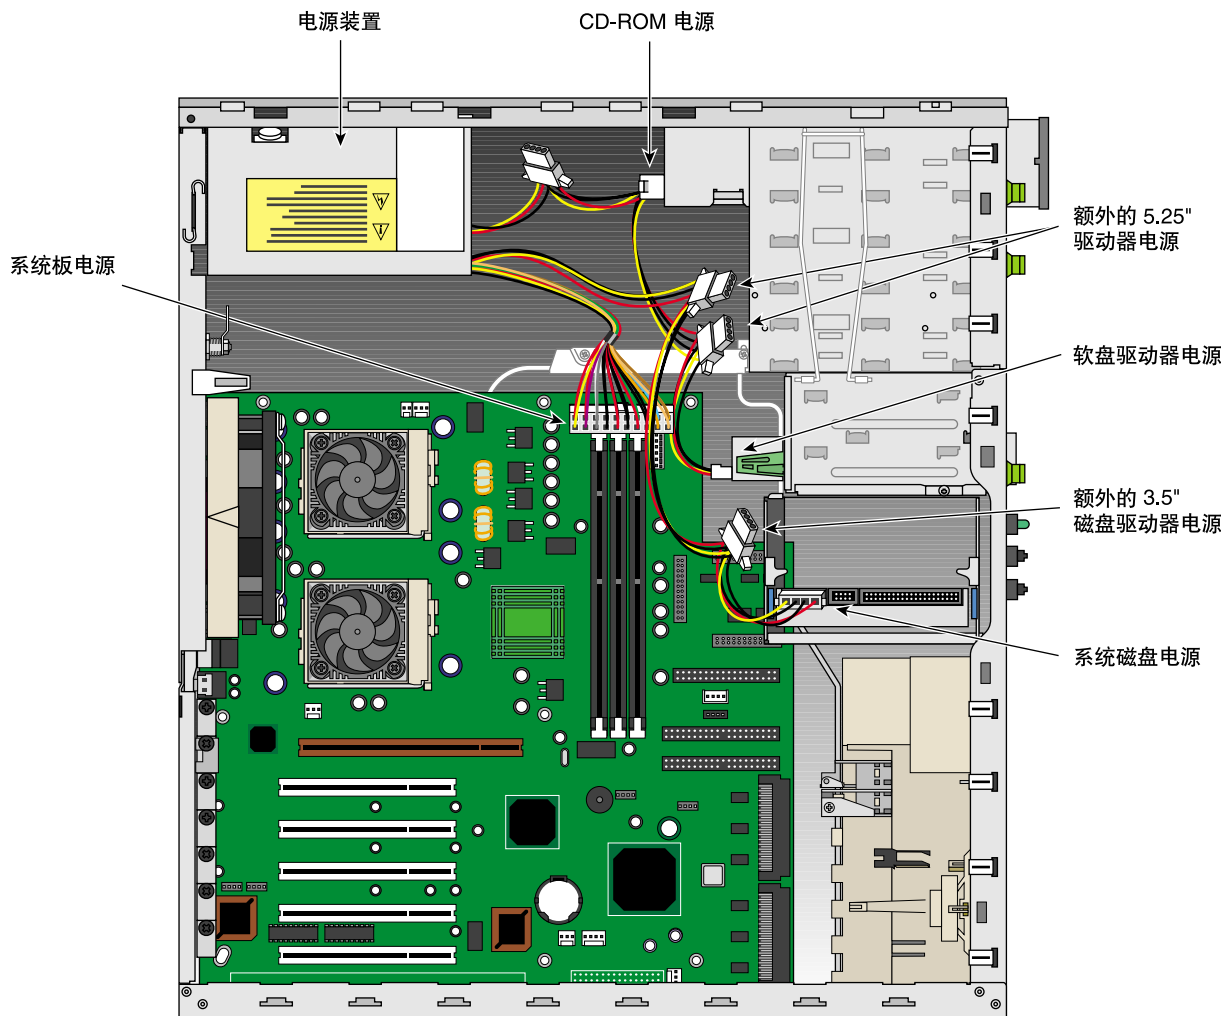

图 2-11 连接电源电缆
3. 从系统板、3.5 英寸驱动器和 5.25 英寸驱动器上断开所有电源电缆的连接。有关电缆连接的位置，参见第 30 页上的图 2-11。
12. 将系统板、硬盘驱动器、CD-ROM 驱动器和软驱接上电源电缆。有关电源电缆连接的位置，请参考图 2-11。